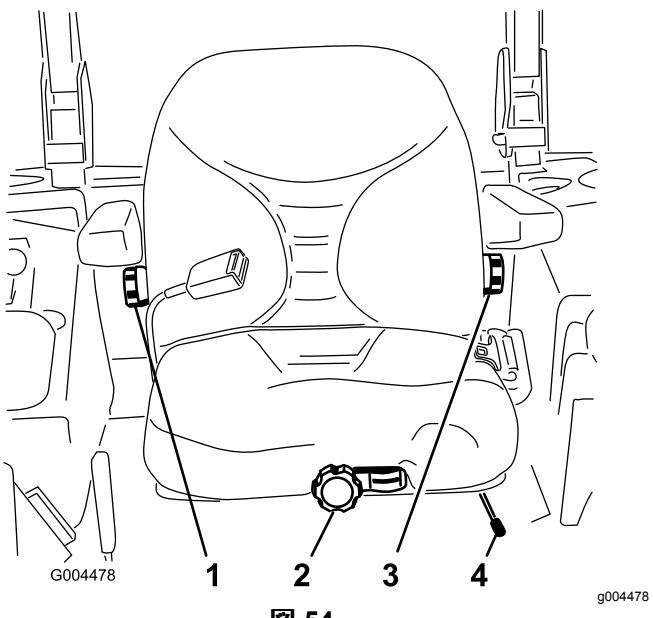

図 54
- 調整は、レバーを横に動かしてシートのロックを解除して行う(図54)。
運転席に座らずに、座席前部にあるノブを、オペレータの体重に合わせてセットします(図 54)。
調整は、右側アームレストの下にあるノブを回して行います(図 54)。
調整は、左側アームレストの下にあるノブを回して行います(図 54)。